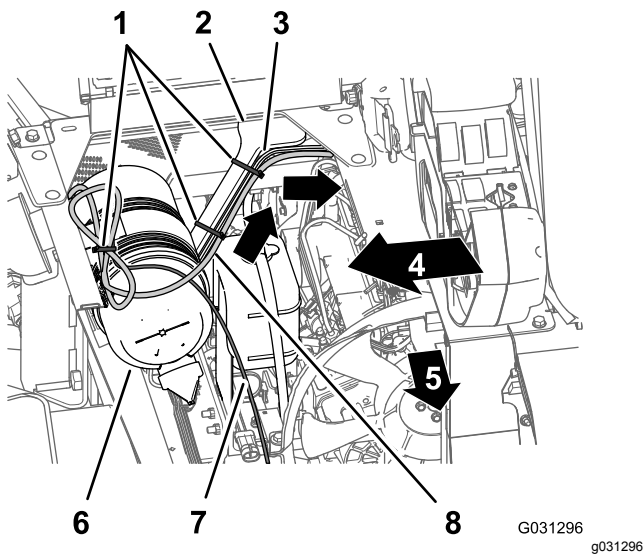

Рисунок 138
1. Проложите ответвление длиной 220 см жгута электропроводов для навигации через угловую часть опоры сиденья и вниз вдоль левой опоры кожуха двигателя (Рисунок 138).
2. Прикрепите жгут проводов к опоре кожуха двигателя с помощью кабельных стяжек (Рисунок 138).